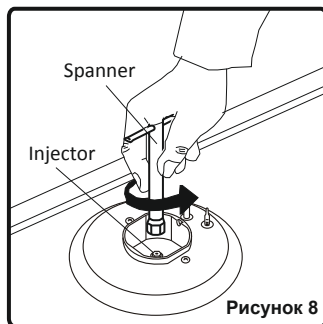

Рисунок 8
- Отвинтите форсунки. Используйте для этого семимиллиметровый гаечный ключ (Рисунок 8).